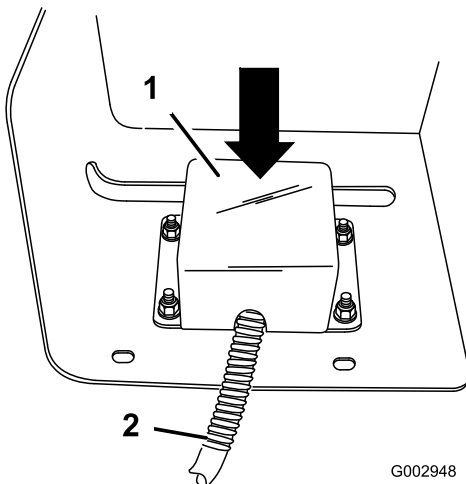

Figura 54
16. Instale la tapa de los cables de los interruptores sobre los interruptores y alrededor de los cables (Figura 54) y fíjela con 4 pernos con arandela prensada (1/4 x 3/4 pulgada) y 4 tuercas con arandela prensada (1/4 pulgada).